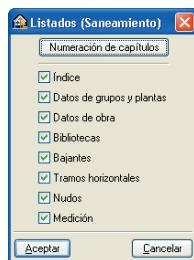

Fig. 6.1
- Pulse en el menú **Archivo>Imprimir>Listados de la obra** (Fig. 6.1) y acepte los capítulos que se van a mostrar en ventana. Se genera un listado de cálculos y mediciones que es posible exportar a WORD pulsando en el icono **Exportar**.